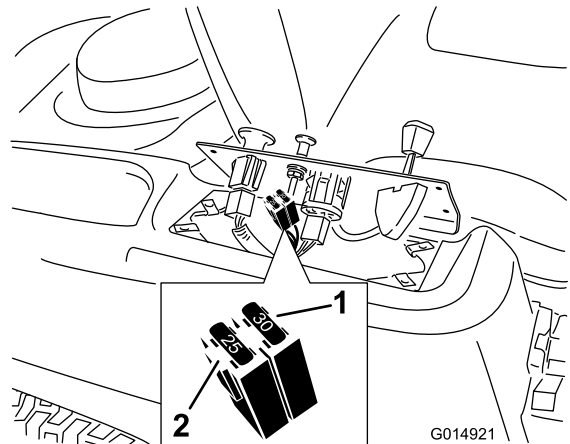

Figura 46
2. Levante el panel de control para tener acceso al arnés de cables principal y al bloque de fusibles (Figura 46).
3. Para cambiar un fusible, tire del fusible para retirarlo (Figura 46).